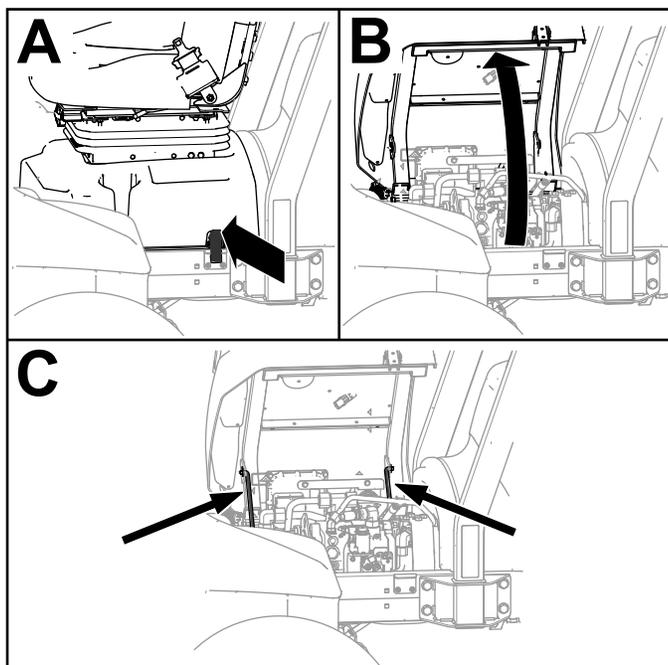

Figura 134
- Sbloccate la base del sedile, inclinate la base del sedile aprendola e sostenetela con le aste di sostegno (Figura 134).